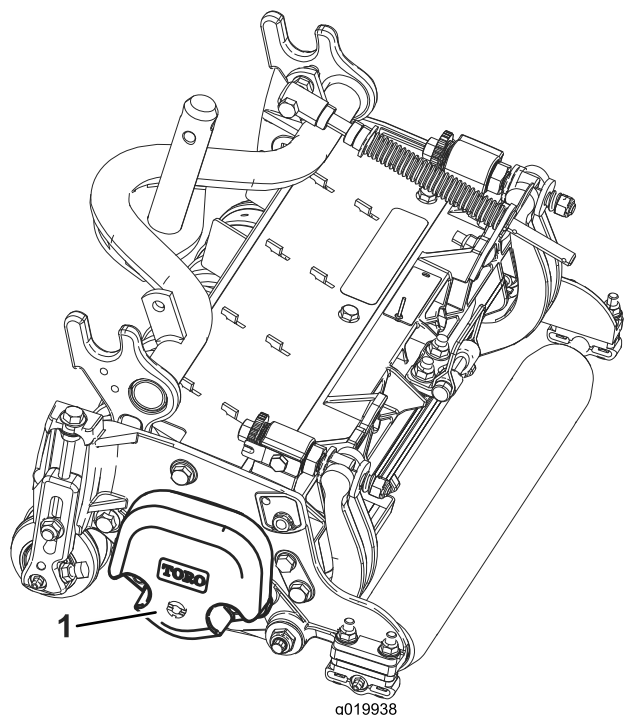

Bild 3
5. Stellen Sie sicher, dass das Gegengewicht (Bild 3) am richtigen Ende der Schneideinheit montiert ist, wie in der *Bedienungsanleitung* der Schneideinheit beschrieben.